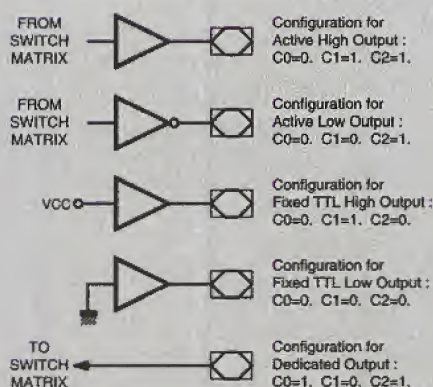

Figure 4
Tout ceci est bien beau dans son principe, mais si on recourbe les pattes afin de bloquer les cartes, l'assemblage ne plaque pas correctement sur le support et la casse de forets est fréquente. La figure 4 donne une solution : les pîges sont coupées à raz de part et d'autre mais immobilisées par des bandes adhésives transparentes. C'est simple mais particulièrement efficace et facile à désassembler !
■ Figure 4
Les trois bits nécessaires à la programmation de chaque multiplexeur selon les cinq configurations possibles résumées à la figure 4 sont, comme ceux qui définissent les points de connexion de la matrice, enregistrés dans l'ispGDS de façon non-volatile (technologie EECMOS).